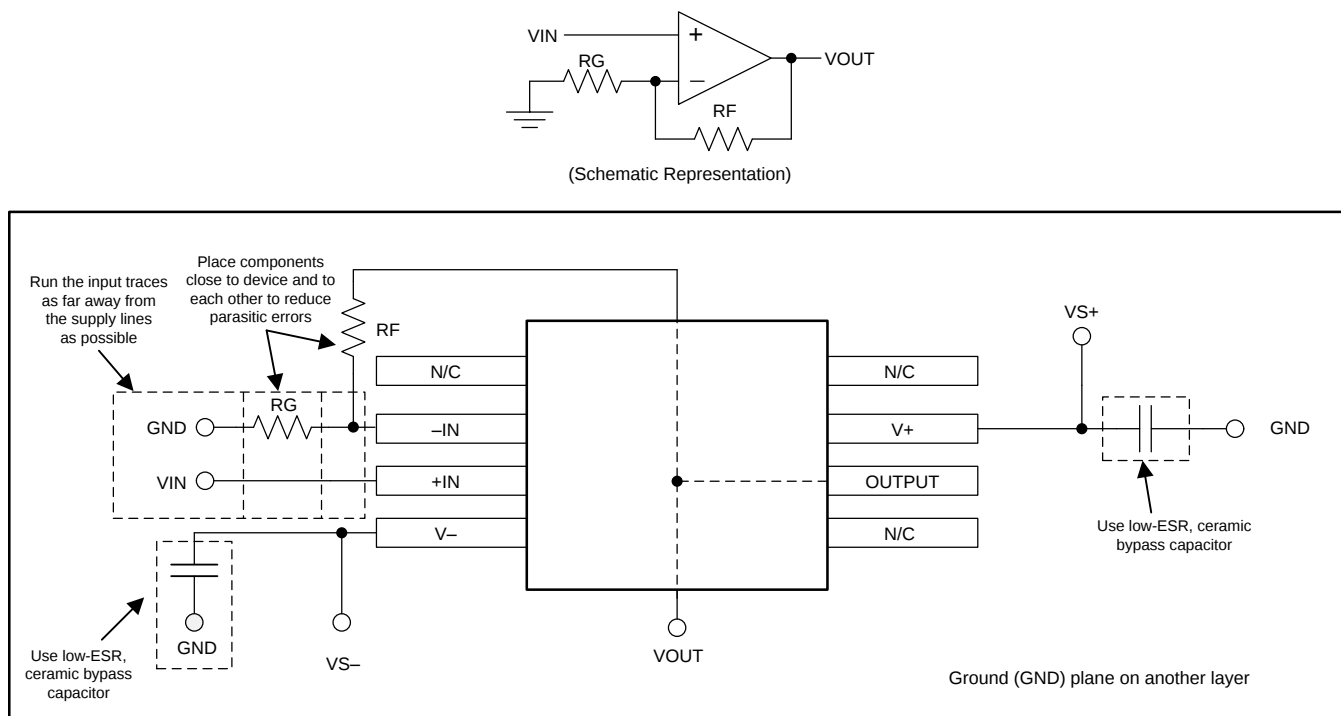

图 35. 同相配置的运算放大器电路板布局
- 外部组件的位置应尽量靠近器件。如图 35 所示，使 R_F 和 R_G 接近反相输入可最大限度地减小寄生电容。